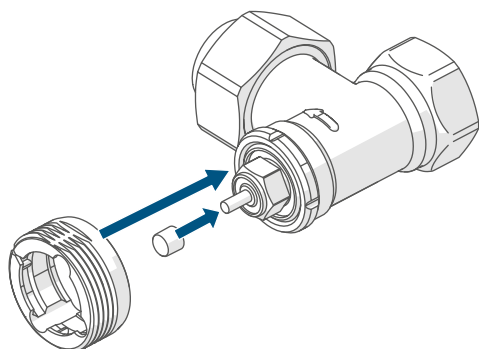

Figura 12
- Abra el compartimento de las pilas (C) deslizando la tapa del compartimento de las pilas (C) hacia abajo (→véase la figura).
- Coloque dos pilas LR6/Mignon/AA 1,5 V nuevas en la posición correcta, indicada por las marcas impresas en el compartimento, (ver figura 12).
- Deslice de nuevo la tapa del compartimento de las pilas (C) de abajo hacia arriba (→véase la figura).
- Inicie de nuevo el movimiento de adaptación (RdR) pulsando brevemente el botón del sistema (D).